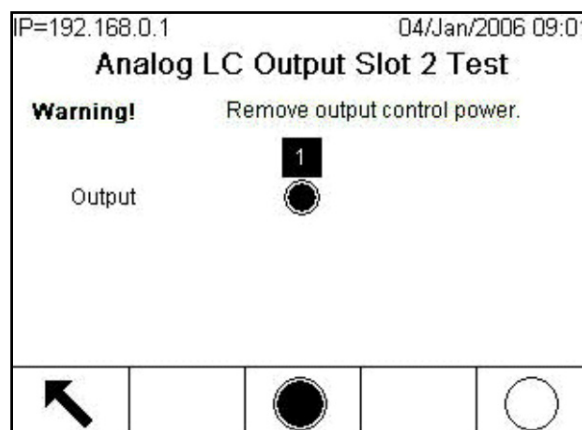

Figure 3-210 : Écran Analog LC Output Slot 2 Test
4. Avec la sortie sélectionnée, appuyez sur la touche programmable DÉSACTIVER DISCRETE ○ pour désactiver la sortie ou sur la touche programmable ACTIVER DISCRETE ● pour activer la sortie. La Figure 3-210 affiche l'écran de test pour un capteur analogique avec sa sortie activée.